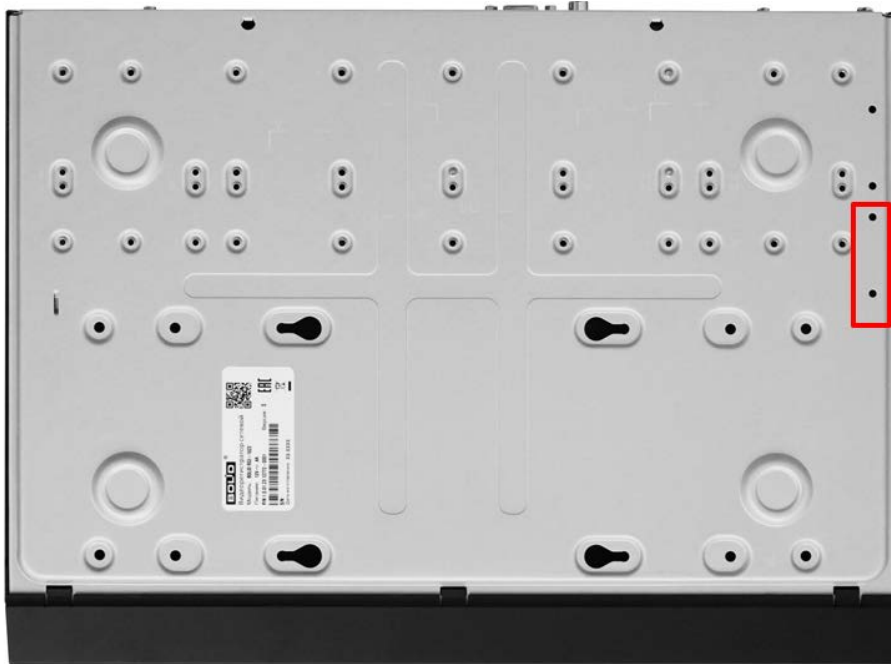

Рисунок 5.8 – Монтаж. Тип С
2. На дне корпуса видеорегистратора находятся отверстия для соединения и фиксации видеорегистратора к кронштейну (Рисунок 5.8).